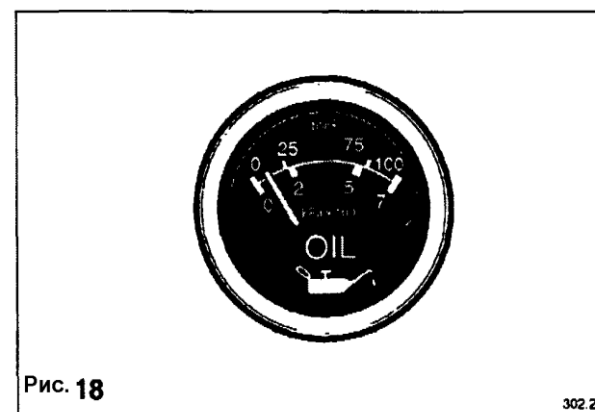

Рис. 18
Убедитесь, что все переключатели управления установлены в рабочее положение, без нагрузки. Вручную установите воздушный клапан (если он имеется) в рабочее положение (см. **рис.18**). Установите ключ в положение пуска, при этом подается питание на соленоид, двигатель проворачивается несколько секунд, затем запускается.
**Обозначения****(Рис.18)**